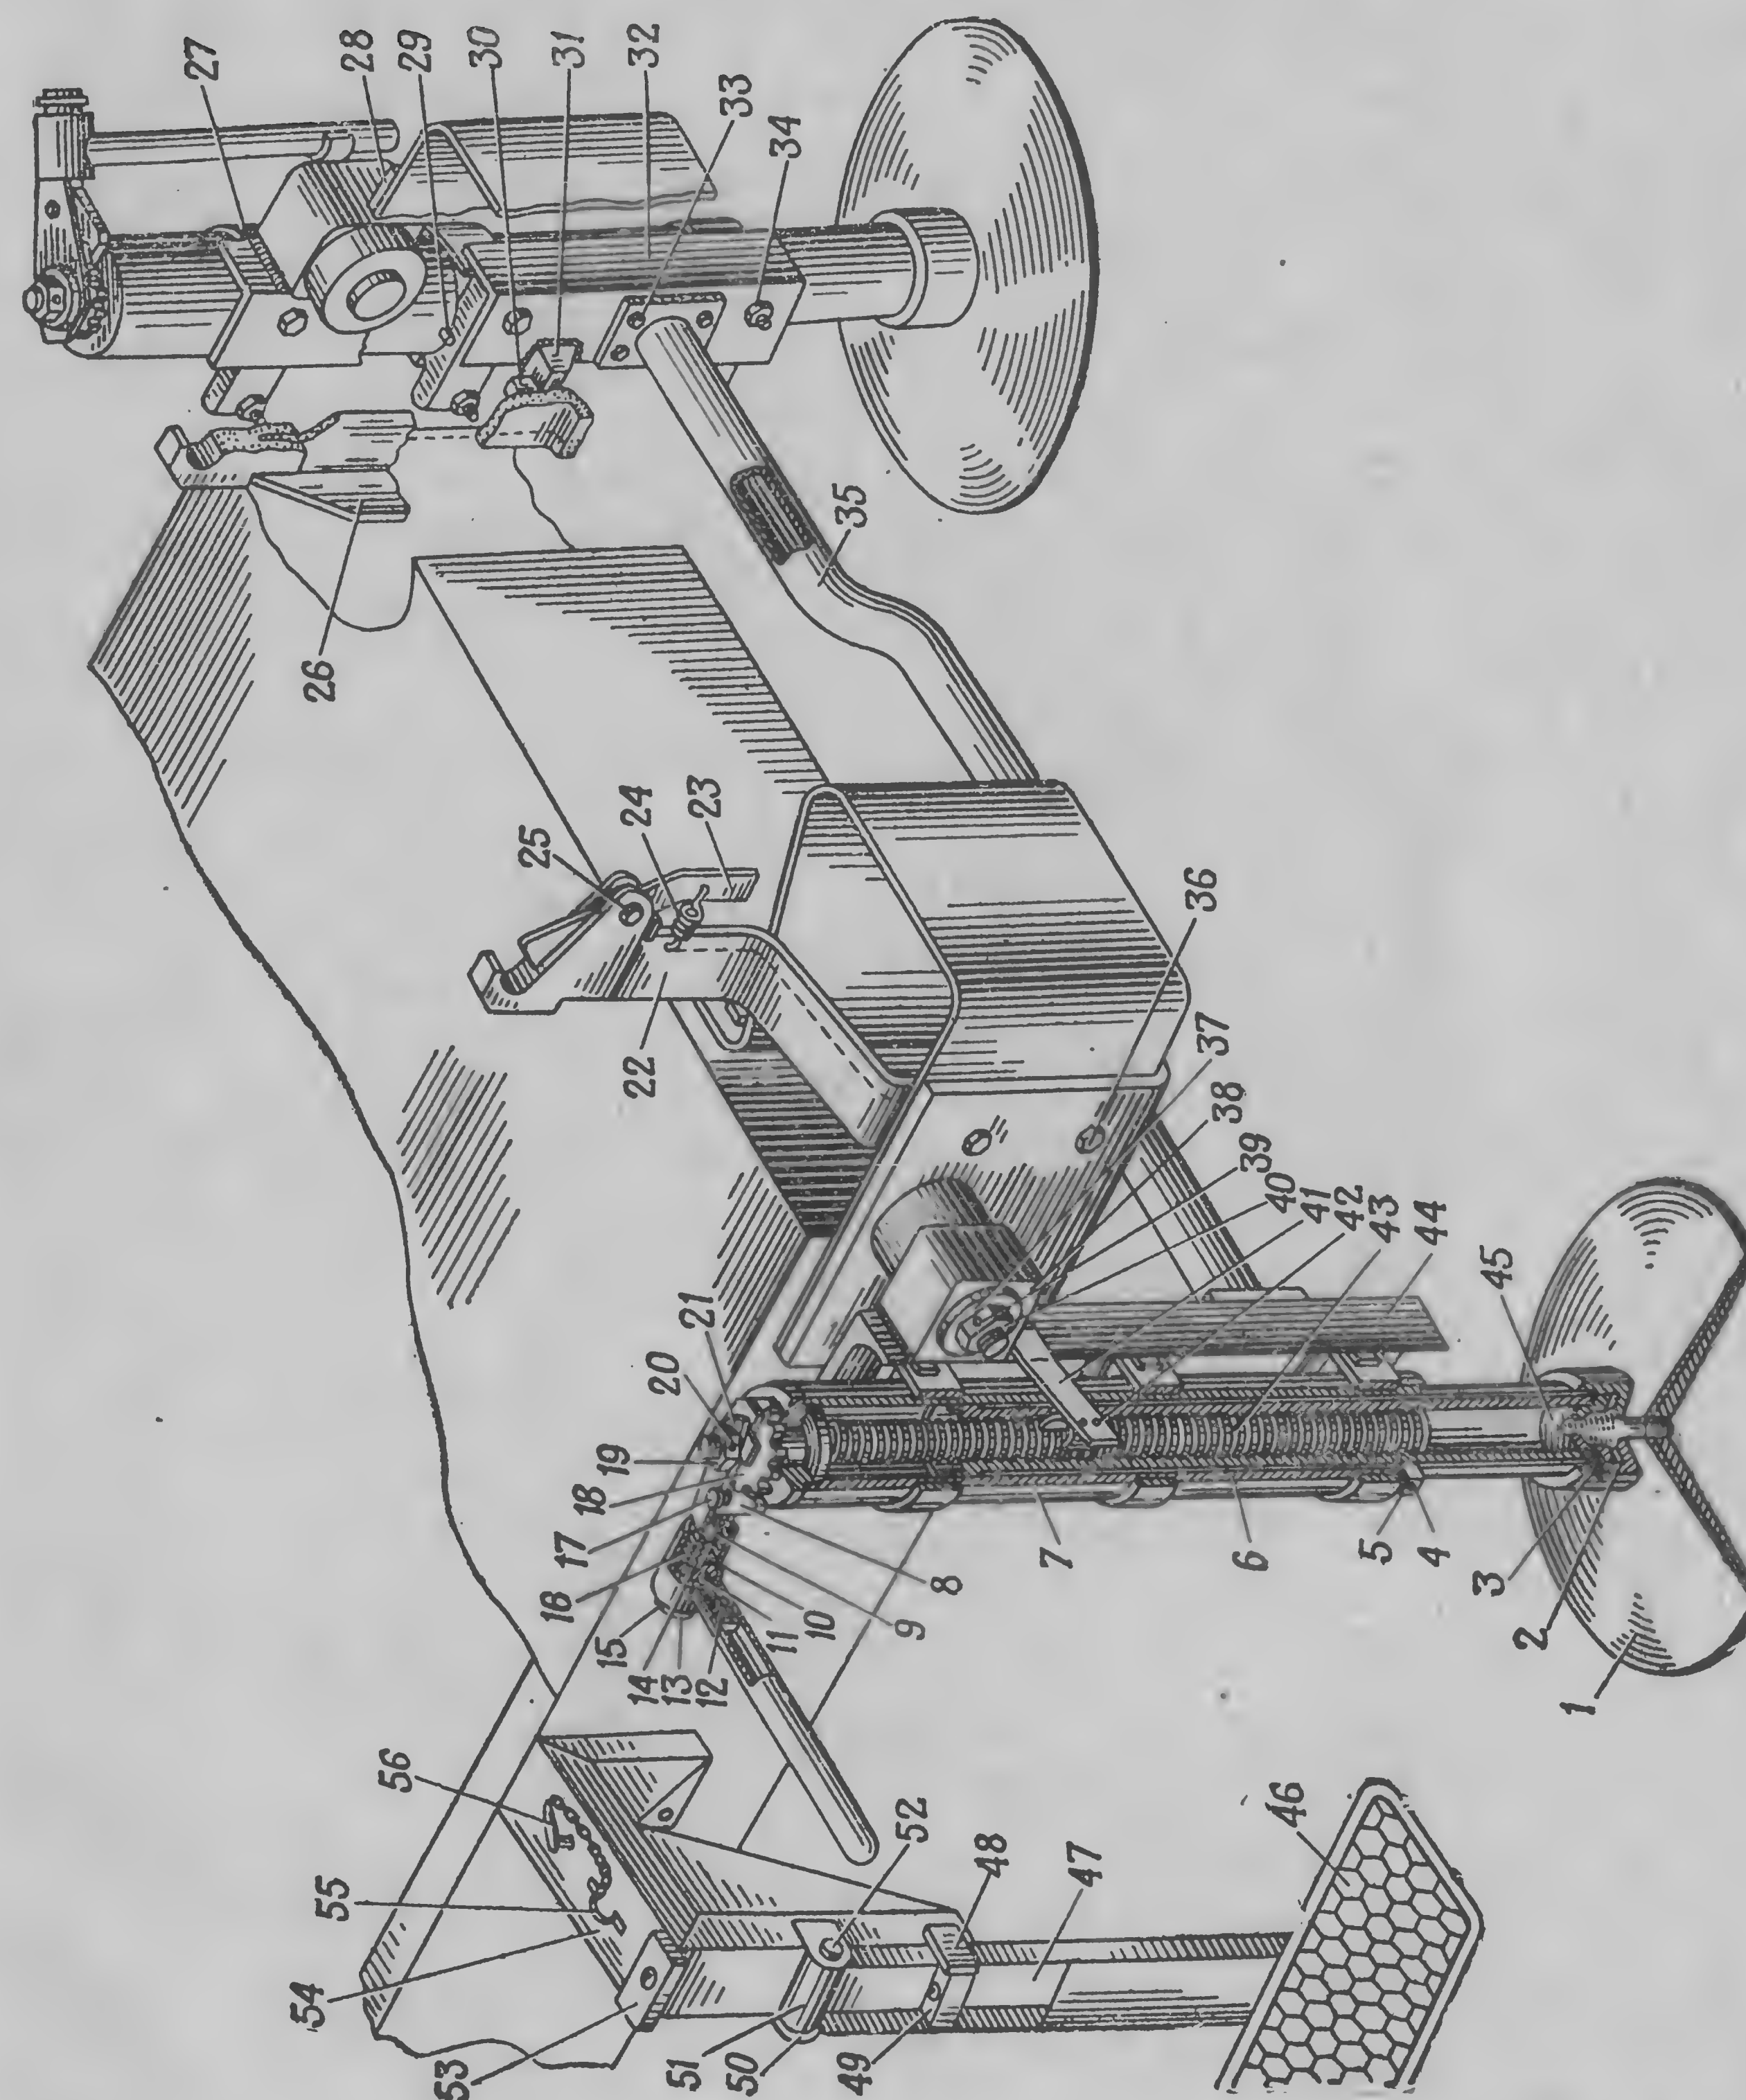

Рис. 16. Домкраты и подножка:
Подножка (рис. 16) предназначена для обеспечения работы наводчика на машине БМ-13НММ в боевом положении. Она изготовлена в виде решетчатой площадки, приваренной к кронштейну 47. К кронштейну, кроме того, приварены упор 49, имеющий отверстие под стопорную рукоятку 56, и втулка 51.
- Для БМ-13НММ — отделить подножку 46 (рис. 16), для чего:
Домкраты укреплены на задних концах лонжеронов шасси на кронштейнах 28 и 44 (рис. 16).
- вывести из зажимов 41 (рис. 16) рукоятки 10 домкратов;